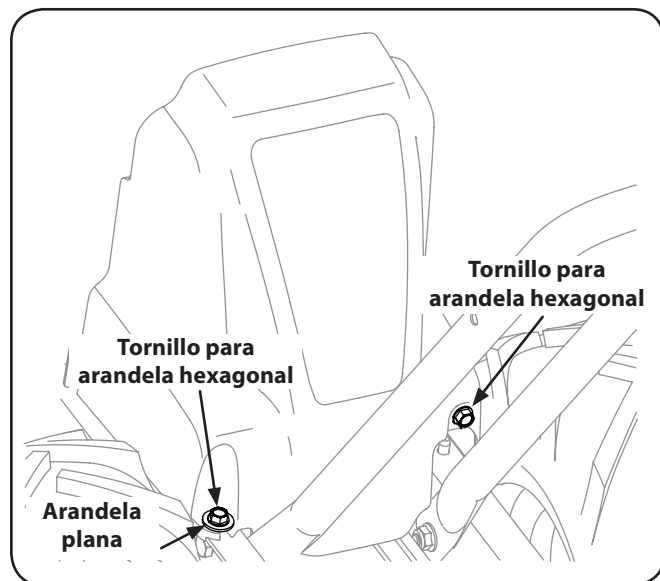

Figura 7-2
3. Retire el tornillo de la arandela hexagonal ($\frac{1}{4}$ -20 x .500) y la arandela plana (.28 x .74 x .500) del lado izquierdo de la cubierta de la correa y el tornillo de la arandela hexagonal ($\frac{1}{4}$ -20 x .500) del lado derecho de la cubierta de la correa. Extraiga la cubierta de la correa. Vea la Figura 7-2.